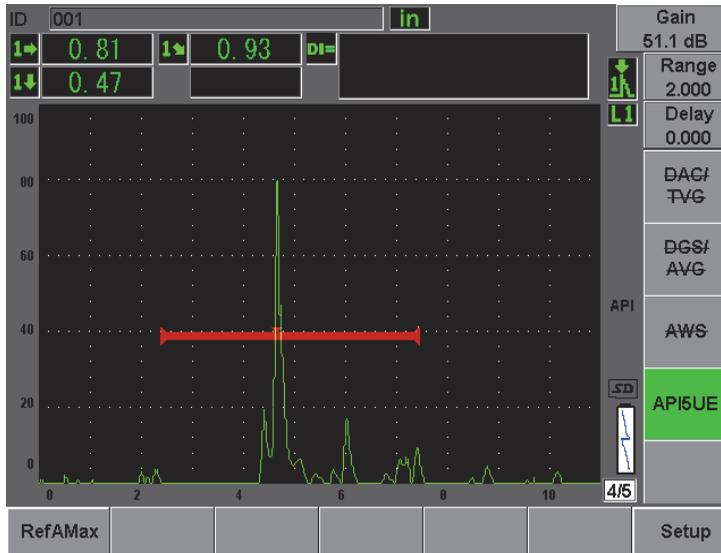

Figura 12-25 Almacenamiento del punto A_{\max}
5. Pulse **[P1] RefAMax** para almacenar el punto A_{\max} y luego, pulse **[P1]** para confirmar el valor (véase la Figura 12-25 en la página 268).